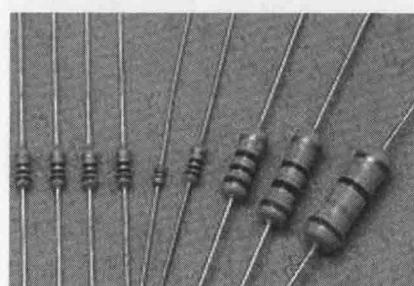

图 1-2 碳膜电阻
(1) 薄膜电阻(碳薄膜电阻),是用蒸发的方法将一定电阻率材料蒸镀于绝缘材料表面制成的,常用符号 RT 作为标志,为最早期也最普遍使用的电阻器(图 1-2)。利用真空喷涂技术在瓷棒上面喷涂一层碳膜,再将碳膜外层加工切割成螺旋纹状,依照螺旋纹的多少来定其电阻值,螺旋纹越多时表示电阻值越大。最后在外层涂上环氧树脂密封保护而成。其阻值误差虽然较金属皮膜电阻高,但由于价钱便宜。碳膜电阻器仍广泛应用于各类产品上,是目前电子、电器、设备、资讯产品最基本零组件。